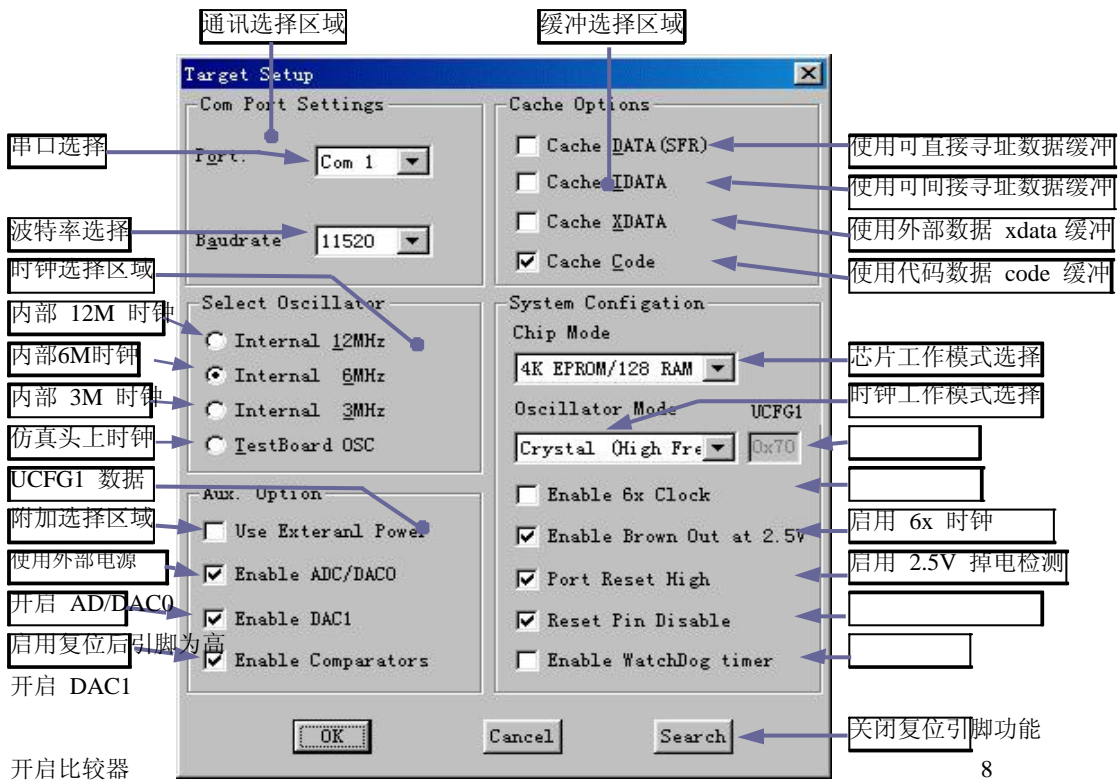

图 4.5 仿真硬件配置界面
注意: 选定波特率后, 必须先接通 TKS-764B 仿真器电源 仿真器主机面板上的指示灯闪烁结束后, 才可以运行 Keil 的硬件仿真程序 在硬件仿真环境中用户可以在 Peripherals 菜单中打开 Target Settings 窗口 (图 4.5) 来更改波特率, 更改后整个系统重新建立连接, 也可以更改串口 但是用户必须在更改后的串口上连接仿真器。
在 Project->Options for Target...->Debug->Setting (见图 4.5 仿真硬件配置界面) 中配置。
- 在 Project->Option for Target...->Debug->Setting (见图 4.5 仿真硬件配置界面) 中配置。